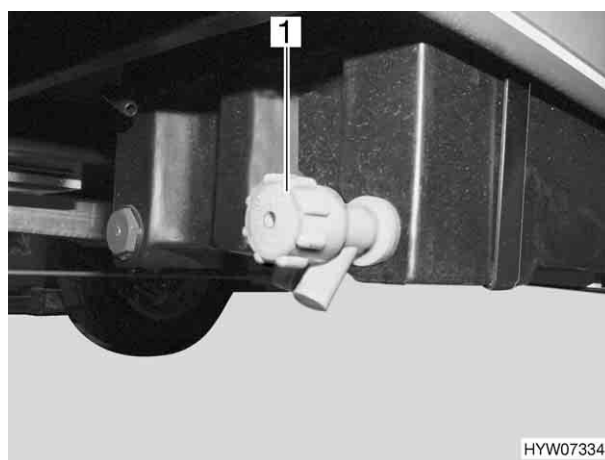

Fig. 96 Rubinetto di scarico per serbatoio delle acque grigie
- Girare il coperchio (Fig. 96,1) del rubinetto di scarico in senso antiorario.
- Girare il coperchio (Fig. 96,1) in senso orario.